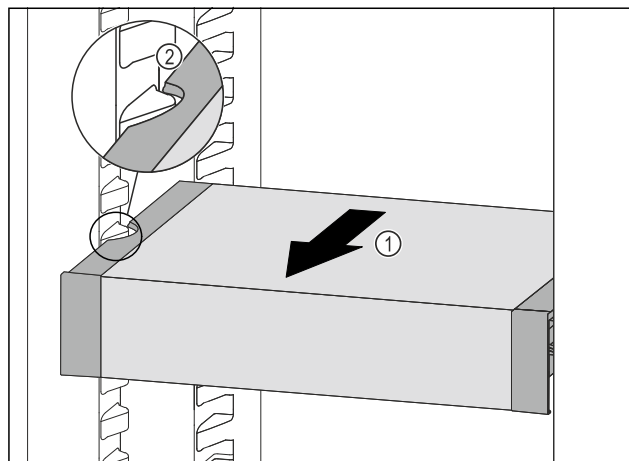

Fig. 54
- ▶ Потягнути VarioSafe вперед Fig. 54 (1), поки бокові заглиблення VarioSafe не опиняться на рівні ребра для резервуара в охолоджувальному відділенні. Fig. 54 (2)